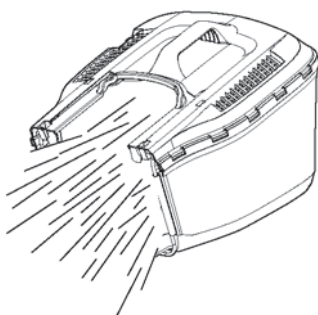

Fig.11
- > Pour enlever le bac de ramassage, soulevez le capot de sécurité (13) et décrochez le bac (Fig.11).